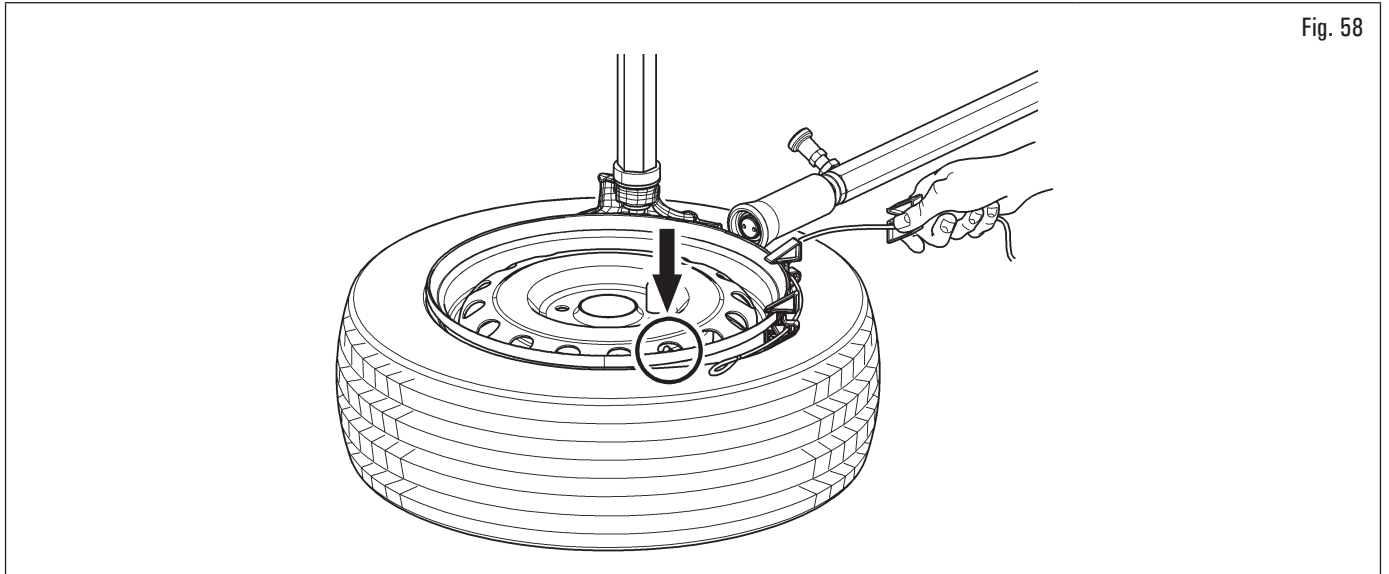

Fig. 58
4. En appuyant sur la pédale de rotation, insérez toutes les coins un à la fois (Fig. 58) ;